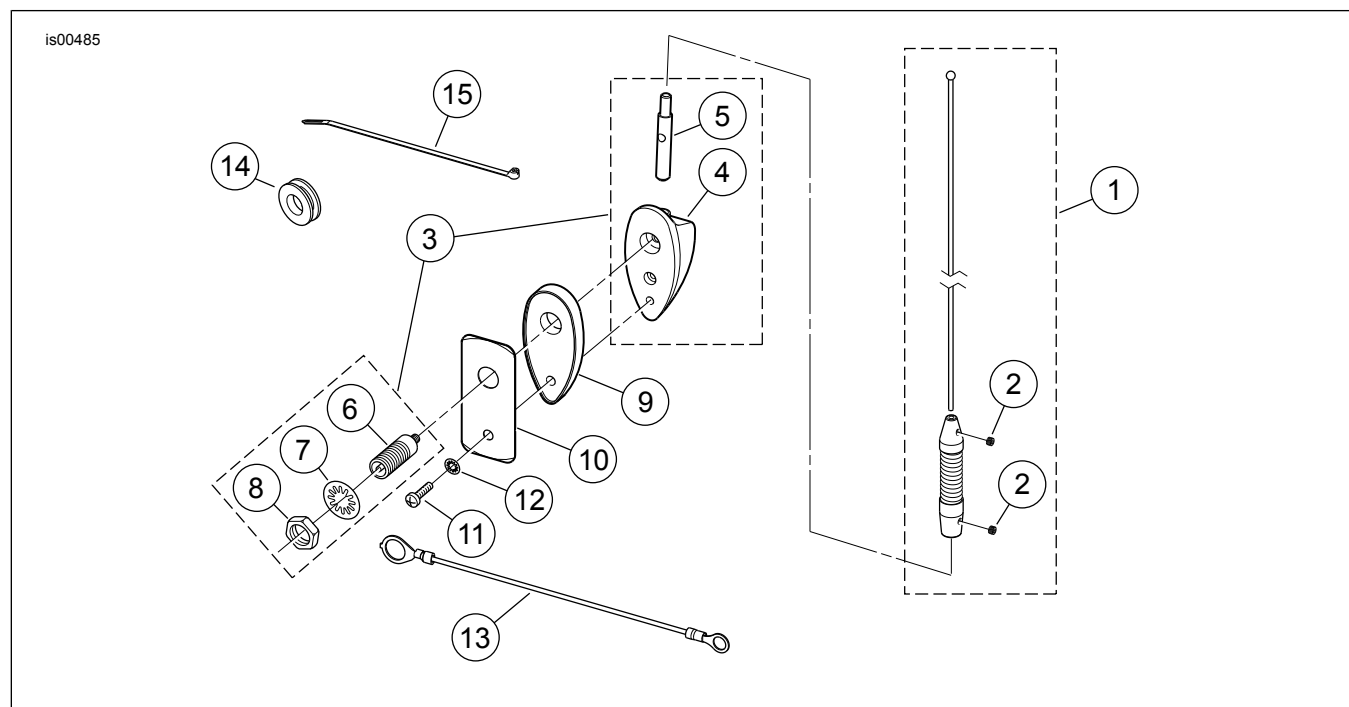

Figura 4. Piezas de servicio, antena AM/FM montada en el Tour-Pak
Vea la Figura 4 y consulte la Tabla 1.
1. Vea la Figura 4. Obtenga el conjunto de la base de la antena (3) del kit. Quite la tuerca hexagonal (8) y arandela de seguridad con dientes internos (7) del conjunto del enchufe (6) en la base.
2. Arme la junta de la base (9) en la base de la antena.
3. Con el espárrago del mástil de la antena (5) hacia **arriba**, coloque el conjunto de la base sobre los agujeros perforados anteriormente en la pared trasera exterior del Tour-Pak. Asegúrese de que el conjunto del enchufe (6) pase por el agujero más grande (superior).
4. Coloque la placa de refuerzo de la antena (10) en su posición adentro del Tour-Pak. Obtenga el cable de conexión a tierra (13) del kit, y coloque el terminal de anillo grande sobre el conjunto del enchufe. Use la tuerca hexagonal (8) y arandela de seguridad (7) para sujetar el cable de conexión a tierra al conjunto del enchufe, pero no lo apriete completamente en este momento.
6. Instale el tornillo TORX® (11) y arandela de seguridad pequeña (12) a través del agujero más pequeño (inferior) de la placa de refuerzo de la antena y dentro de la base de la antena. Apriete el tornillo firmemente. Apriete la tuerca hexagonal firmemente.
7. Enrosque el conjunto del mástil de la antena (1) en el adaptador de la base de la antena (5), y use una llave macho hexagonal de 2 mm para apretar firmemente el tornillo de fijación en la parte inferior del conjunto del mástil para sostenerlo en su lugar.